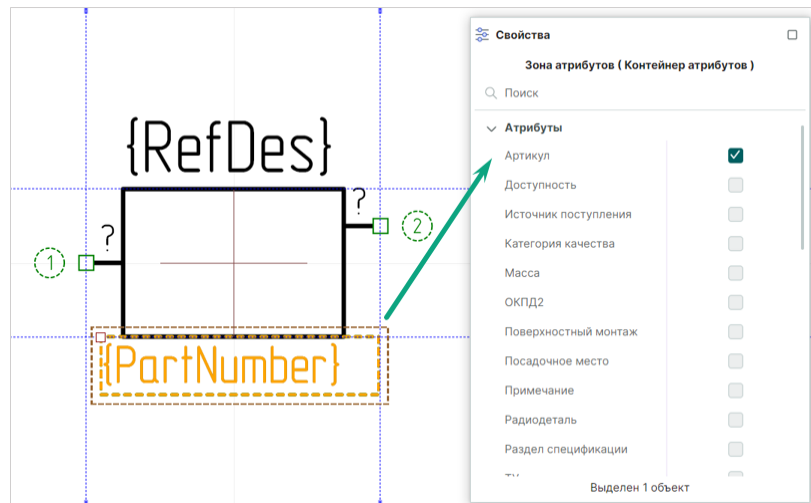

Рис. 182 Определение отображения дополнительных атрибутов в зоне атрибутов УГО
4. В зоне атрибутов отображается текстовое поле с системным именем контейнера атрибута, например, при выделении чек-бокса «Свойства» → «Атрибуты» → «Артикул» в зоне атрибутов отображается контейнер атрибута «Артикул» с системным именем «{PartNumber}», см. Рис. 182.